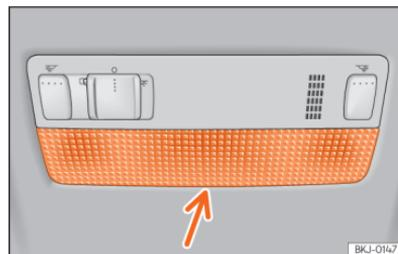

Fig. 173 Luz dianteira de leitura.
- Introduza uma chave de fendas fina, com a parte plana, entre a carcaça e o vidro »» **Fig. 173**.